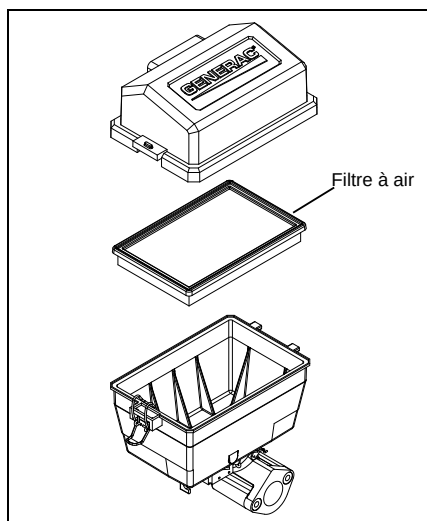

Figure 4-4 : Emplacement du filtre à air
2. Détachez la pince du couvercle et retirez le couvercle d'accès au filtre à air. Consultez la figure 4-4.